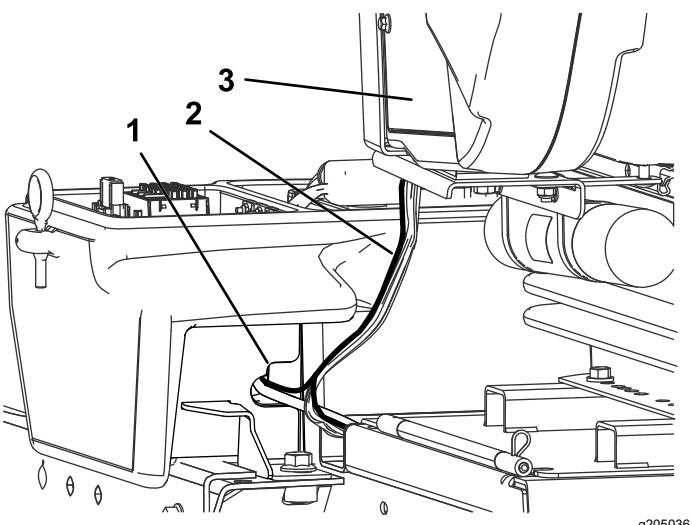

Figura 23
3. Encaminhe a ligação do terminal e a ligação de olhal para a caixa de ferramentas direita (Figura 23).